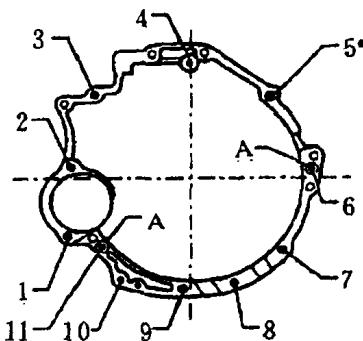

图 1-19
(5) 安装原气缸盖或原气缸体时，才能重复使用放出的冷却液。
(6) 连接蓄电池后，输入收音机防盗密码。用电动开关完全关闭前门电动门窗，然后沿关闭方向再次操纵所有电动门窗开关（至少 1s），启动单触功能。调整时钟。
(7) 起动发动机前，检查机油油位。
(8) 适配节气门控制单元，查询故障存储。
(9) 按规定力矩螺栓，如图 1-19、表 1-1 和表 1-2 所示。